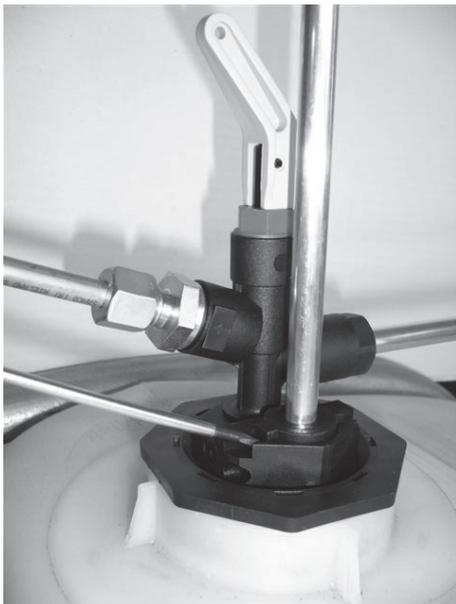

Abb. 1
2. Mit Hilfe eines Schraubendrehers die Sondenabdichtung anheben (**siehe Abb. 1**) und die Sonde am Rohr nach oben schieben. Die Sonde lässt sich nun zusammen mit der Sondenabdichtung aus dem Einschraubkörper herausnehmen (**siehe Abb. 2**).